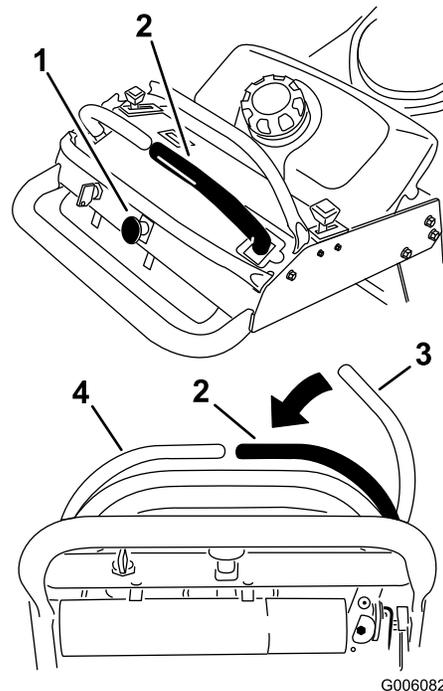

Figure 10
1. Pour engager les lames du tablier de coupe, placez le levier de commande de déplacement droit au centre en position déverrouillée (Figure 10).